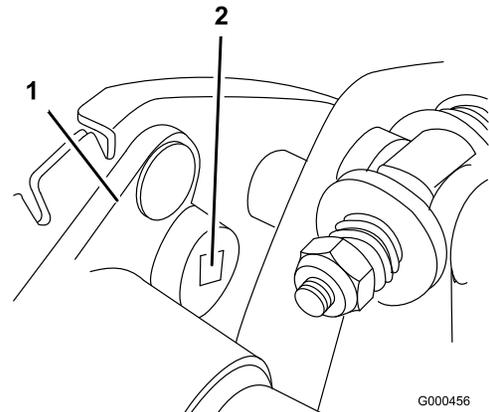

図 40
- B. 3/8インチのトルクレンチでベアリング・ハウジングを0.4~0.46 kg.mのトルクで回転させてベルトを張る (図 40)。